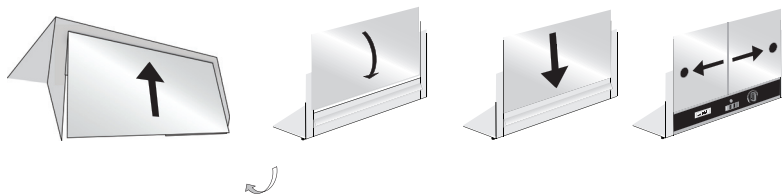

Fig. 1
2. Prenez la vitre de présentation et introduisez-la, en l'inclinant, dans la glissière supérieure située à l'arrière de l'appareil **[Fig. 1]**.